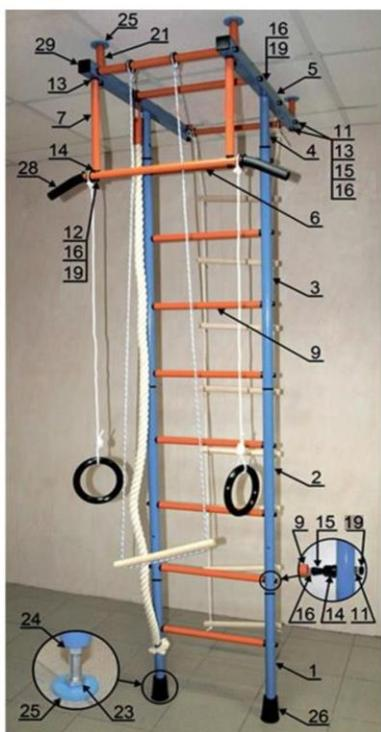

Рис.1. Вариант сборки «А-Мастер 2x» враспор между полом и потолком
- 2) крепление комплекса враспор между потолком и полом (рис. 1).